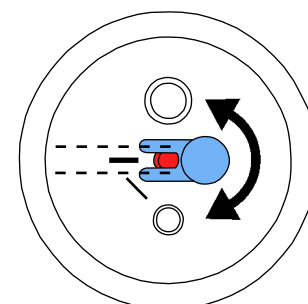

Fig. 12
- Pour les silos de 25 - 70 µm, la buse de dosage doit être alignée (Fig. 12) !